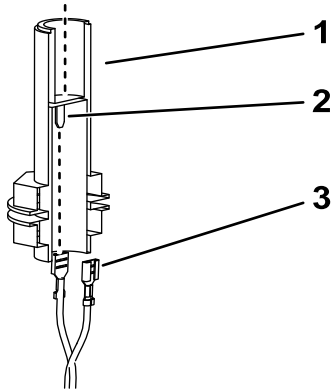

図 4
6. ビーコンハーネスのコネクタを、ビーコンソケットのスペードに接続する **図 4**